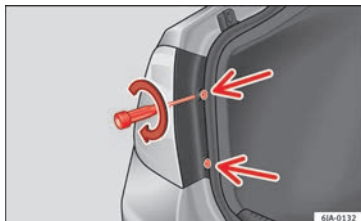

Fig. 103 Monter l'unité des feux arrière.
- Avec le tournevis fourni ou une clé Torx 20 (T20), vissez (dans le sens des aiguilles d'une montre » » fig. 103) les deux vis de fixation de la zone avant du feu.